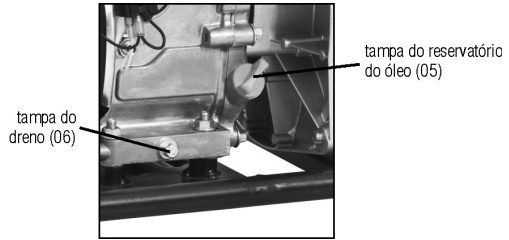

Fig. 10 – Tampa do reservatório de óleo (vareta)
- Remova a tampa do reservatório de óleo e, com auxílio de um pano, limpe a vareta indicadora de nível (fig. 10).